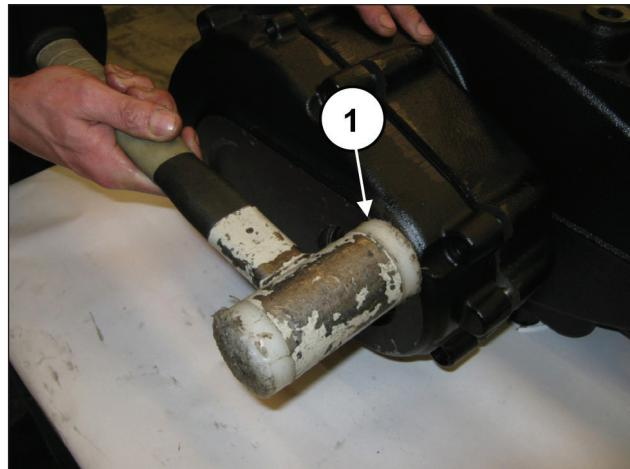
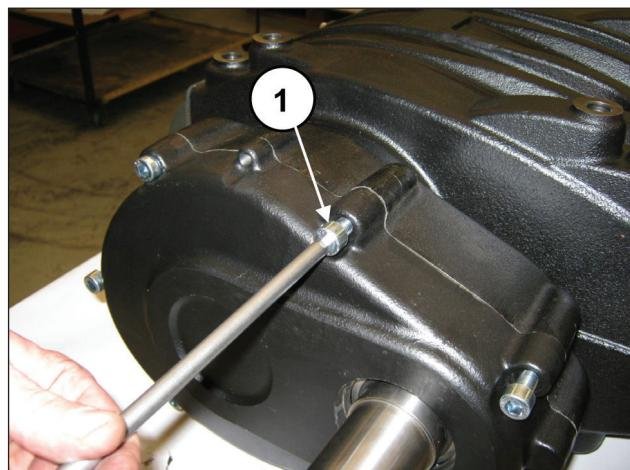

图 89
图 90
安装减速机盖 · 可使用锤子 (①, 图 89) 并通过7个M10x40螺栓固定 (①, 图 90)。